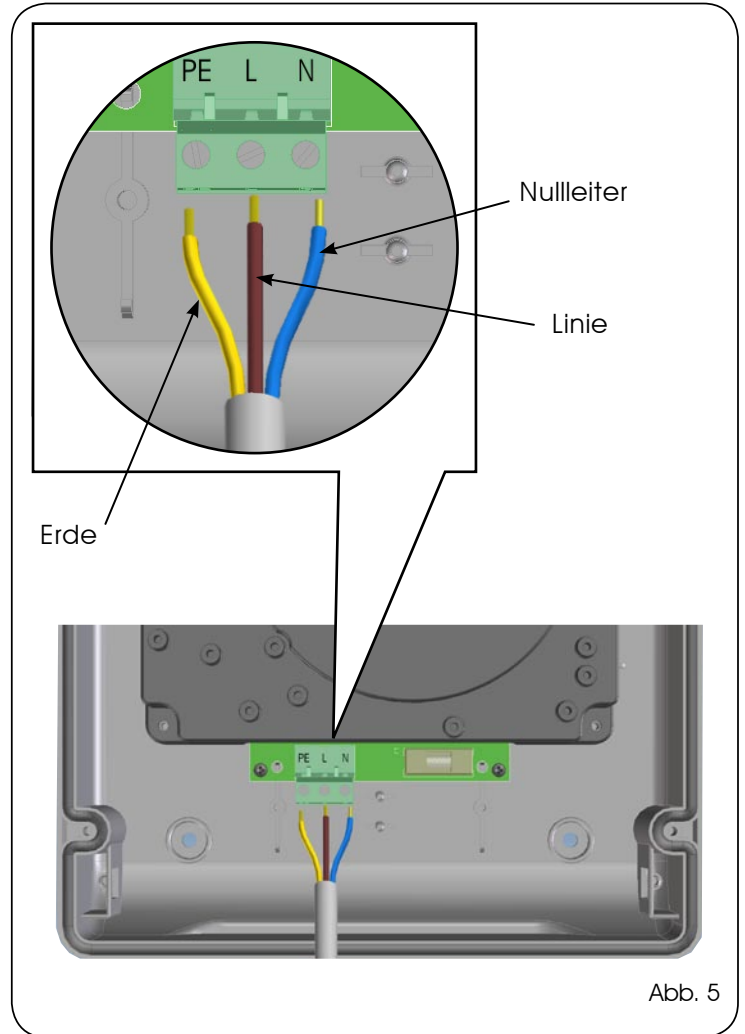

Abb. 5
Das Netzkabel an das Schaltnetzteil (siehe Abb. 5) anschließen und sicherstellen, dass stromaufwärts ein angemessener thermomagnetischer Schutzschalter eingebaut ist.
- Das Erdungskabel an die entsprechende Klemme anschließen (siehe Abb. 5).